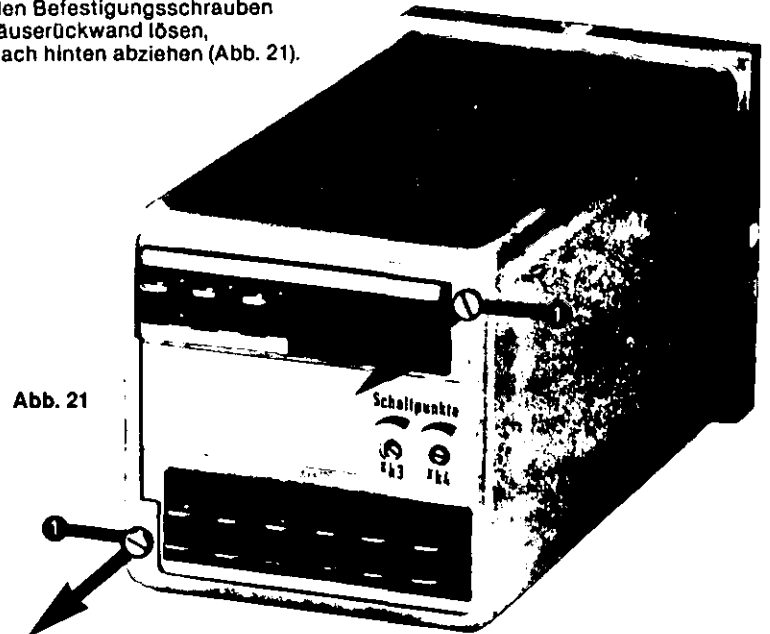

Abb. 21
① Die beiden Befestigungsschrauben in der Geräterückwand lösen, Gehäuse nach hinten abziehen (Abb. 21).